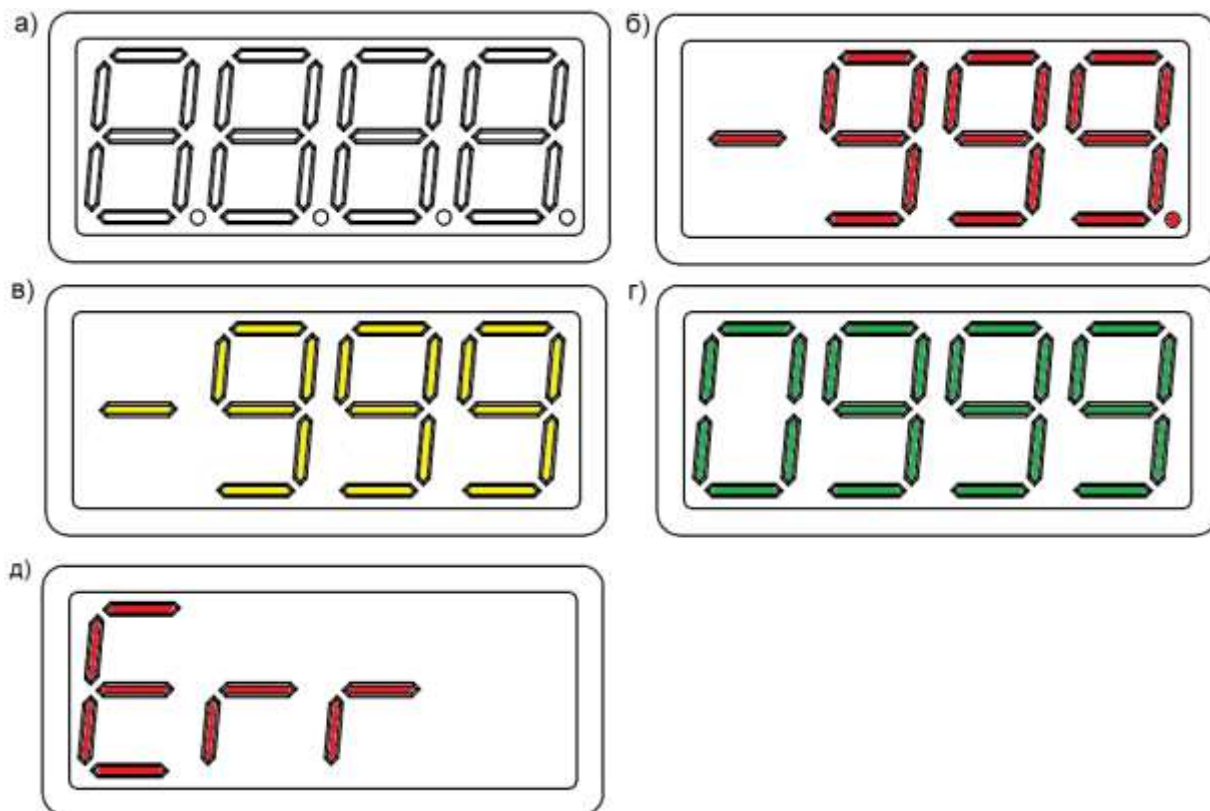

Рисунок 4 – Индикация на дисплее СИ-25:
* При получении значения, выходящего за границы указанного диапазона, на дисплей будет выведено сообщение об ошибке «Err» (см. рисунок 4д).